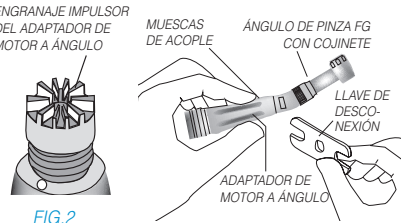

FIG.2
- Enroscar el ángulo sobre el adaptador de motor a ángulo, StarDental Titan 3 Parte #264073 o Titan T Parte #263970, a mano. Apoye completamente. (Fig.2)